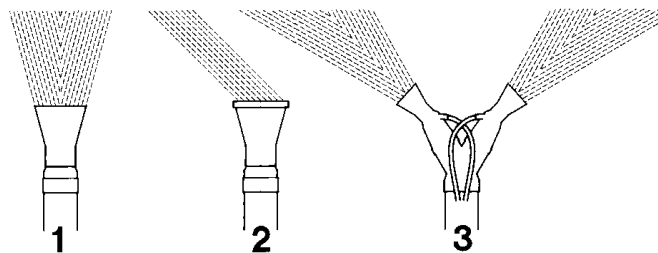

Ilustración 5 Chorros
- A través de la boca, la amplitud del chorro puede ser aumentada como en la Ilustración 5 pos. 1.
- Metiendo en la boquilla el desviador se obtiene un chorro como el de la Ilustración 5 pos. 2
- Con el accesorio de doble salida, se obtiene un chorro como en la Ilustración 5 pos. 3.